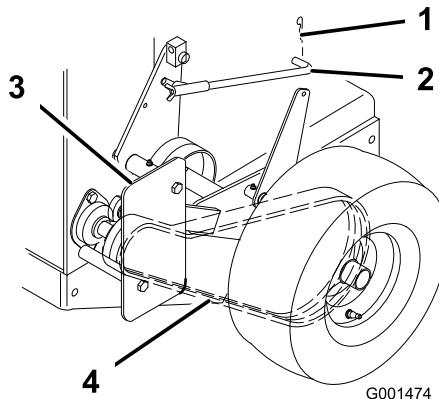

Figura 39
1. Retire el pasador de horquilla que sujetla la varilla del freno al brazo del freno para aliviar la tensión en la polea tensora de la correa (Figura 39).
2. Retire el perno inferior y afloje los pernos superiores del protector para poder girarlo y facilitar el acceso a la correa (Figura 39).
3. Eleve la correa, desacóplela de la polea tensora y retírela de la polea de transmisión (Figura 39).
6. Sujete el deflector con los pernos retirados anteriormente, y apriete los pernos (Figura 39).
7. Sujete la varilla del freno al brazo del freno con un pasador de horquilla (Figura 39).